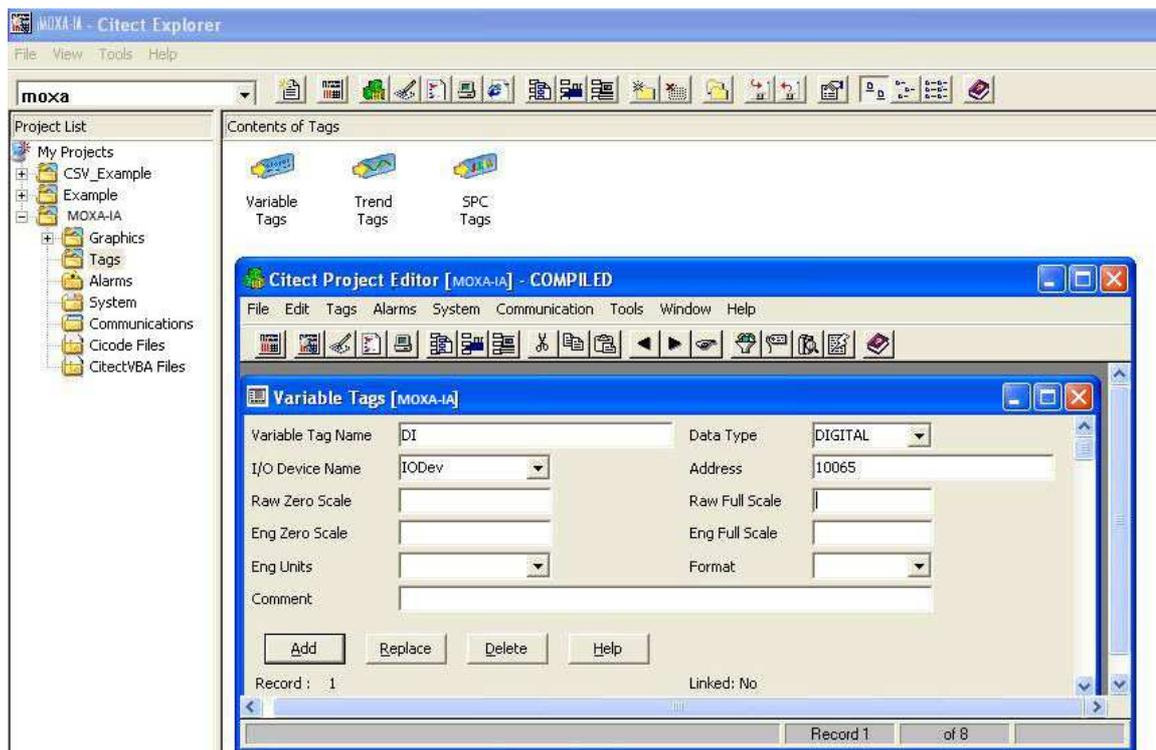

Рис. 10
2.8 Далее следует определить теги информационного обмена. Для этого перейдите в раздел проекта **MOXA-IA** → **Tags**. В появившемся окне (Рис. 10) определите тег DI: тип данных – **DIGITAL**, Modbus адрес = **10065** (см. п. 1.3) и нажмите **Add**.